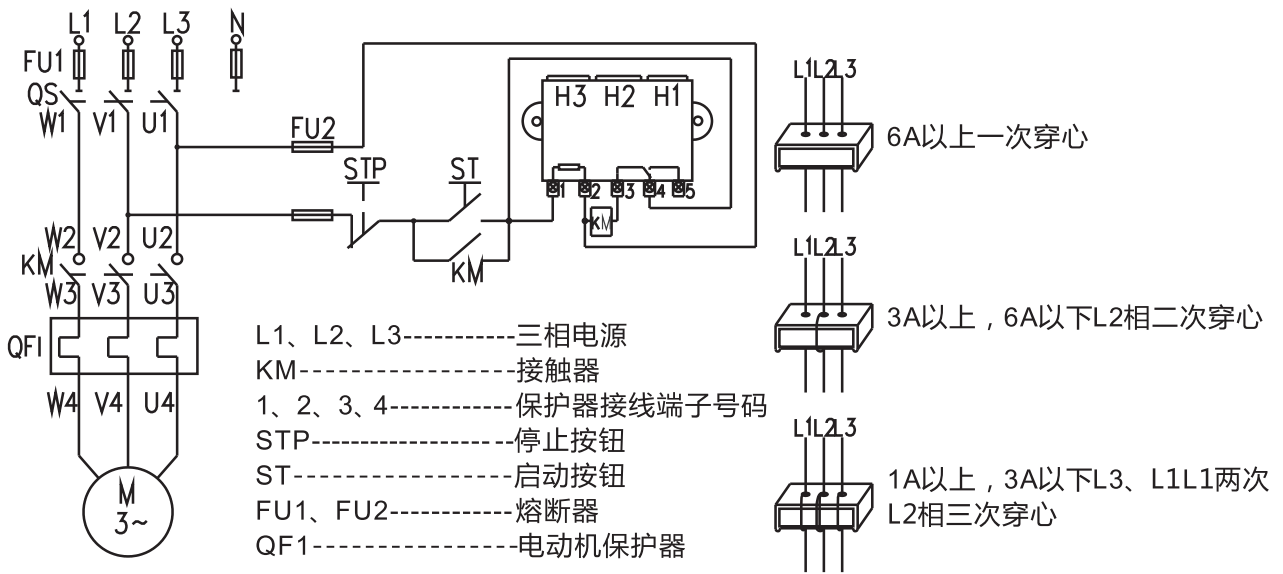

图5 控制电源电压AC380V 接线图
9.2 BHQ-S-C 0.5A ~ 100A控制电源电压AC380V接线图见图5